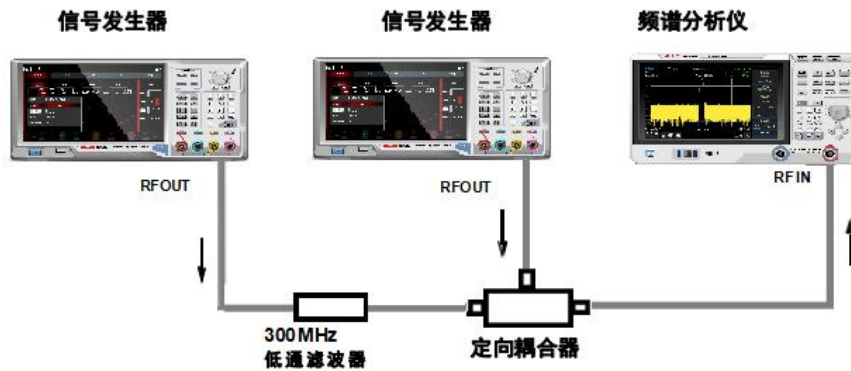

图 3-18: 三阶交调信号仪器设置
1. 按图 3-18 所示连接仪器，两个信号发生器分别通过低通滤波器连接定向耦合器的输入端，耦合器的输出即为一个互调失真很低的双音信号源，尽管此连接下的失真性能上要比频谱分析仪的好，但用于测量信号源/频谱分析仪组合的 TOI 仍然有用，当校验完信号源/频谱分析仪组合的